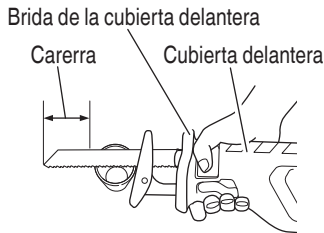

Fig. 12
No obstante, no coloque la mano o el dedo más allá del reborde (véase imagen 12) de la cubierta superior para evitar heridas.
- Seleccione una hoja de sierra del largo más apropiado. Lo ideal sería que el largo que sobresale de la base de la hoja de sierra después de restar la carrera sea mayor que el del material (consulte las Fig. 12 y 13).